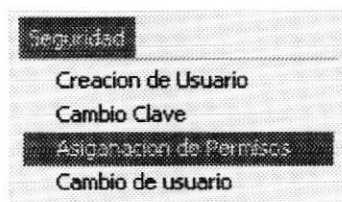

Figura 7.7. Selección de Asignación de Permisos
3. Habiendo ejecutado el paso 1 y 2 se visualizará la pantalla de Cambio de Clave como se muestra en la figura 7.7.